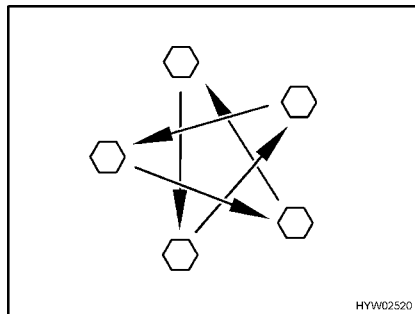

Bild 169 Dra åt hjulmuttrarna eller hjulbultarna korsvis
- Kontrollera regelbundet att hjulmuttrarna eller hjulbultarna är ordentligt åtdragna. Om du har bytt däck ska hjulmuttrarna eller hjulbultarna dras åt efter 5 mils körning (Bild 169). Åtdragningsmoment, se avsnitt 14.5.2.
- Då nya eller nylackerade fälgar används bör hjulmuttrarna eller hjulbultarna dras åt efter ca 100 till 500 mil (Bild 169).
- ▷ Dra åt hjulmuttrarna eller hjulbultarna korsvis (Bild 169).